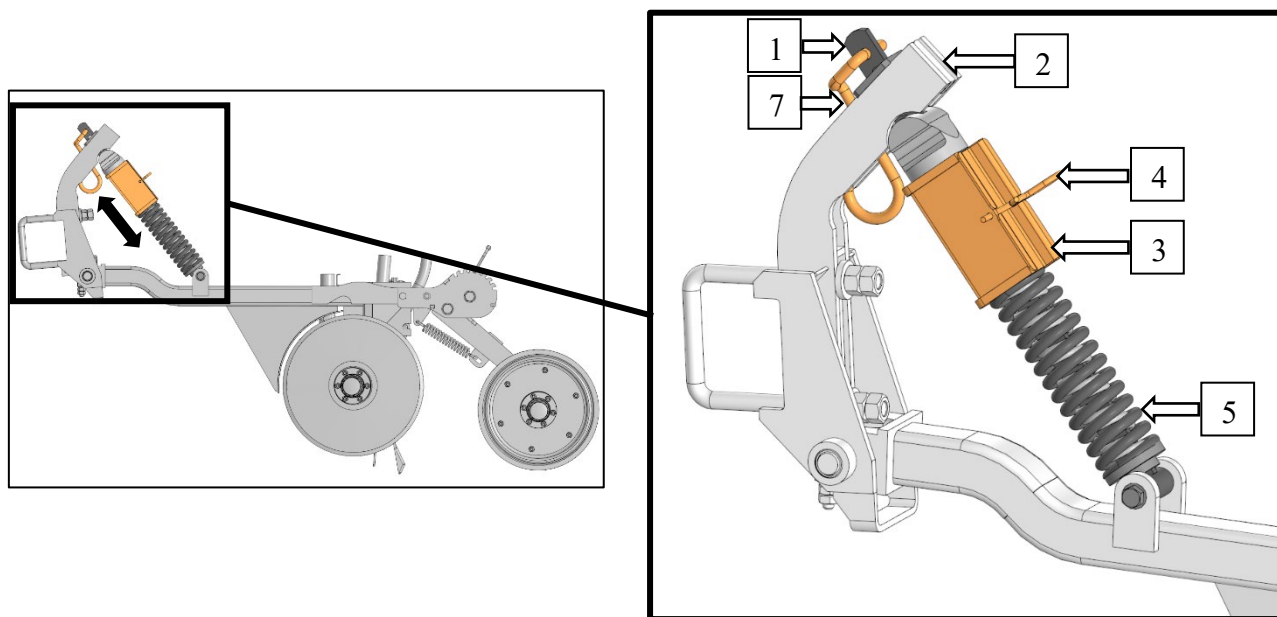

Рисунок 49 – Первое положение
Первое положение – упор (3) установлен и зафиксирован фиксатором (4) выше внешней пружины (5), фиксатор (7) установлен в верхнее отверстие тяги (1). В таком положении давление на сошник максимально, нагрузка распределяется через пружину (5), рис. 49.